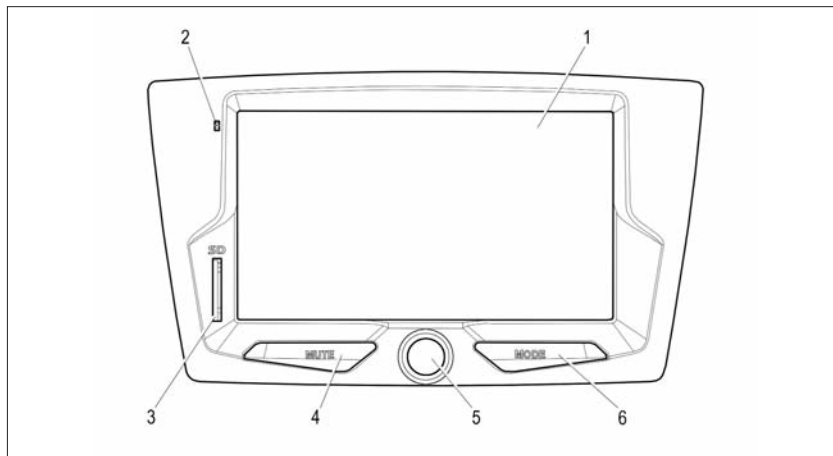

Рис. 1. Лицевая панель радиоприемника
2.2.1 Полностью отключить звук ММС можно кнопкой **MUTE 4** (рис. 1). При этом на дисплее (в правом нижнем углу) появится соответствующая пиктограмма.
2.3.1 Кнопка **MODE** (рис. 1) служит для переключения режимов работы радиоприёмника, при этом будут отображаться только активные режимы.
Регулировка громкости осуществляется вращением ручки **5** вправо или влево (рис. 1).
2.5.2 Последовательным нажатием кнопки **MODE** (рис. 1) или нажатием отображаемых на дис-
– кнопкой **MODE** (рис. 1).